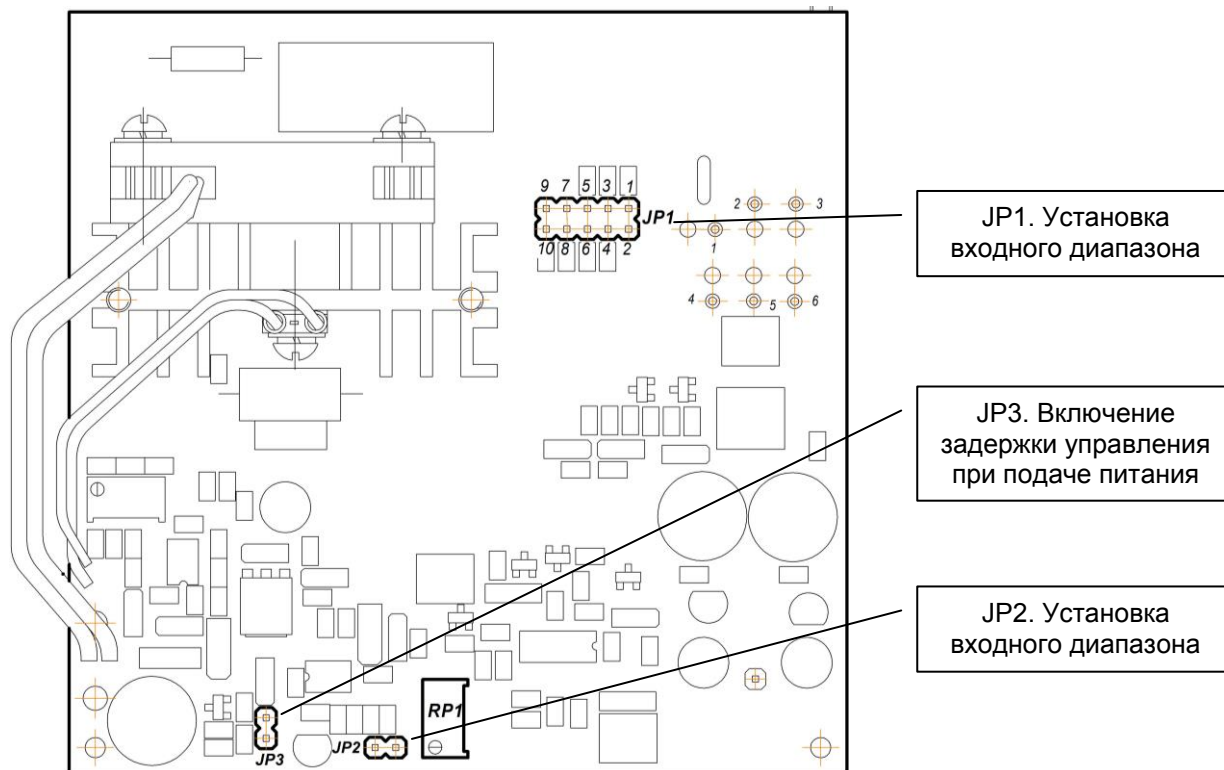

Рисунок 5.2 – Положение переключателей на плате блока БУС-21
5.2.2 Для переналадки блока на другие типы входного сигнала используйте рисунок 5.2 и таблицы 5.2.1 и 5.2.2.